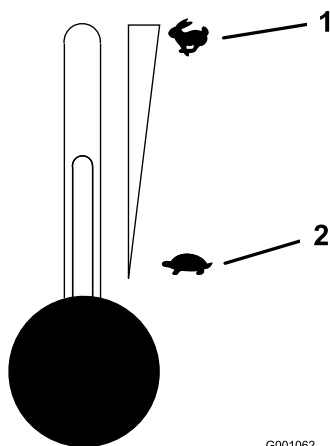

Figure 13
5. Réglez la manette d'accélérateur à mi-course entre les positions bas et haut régime (Figure 13).
2. Réglez la manette d'accélérateur à mi-course entre les positions bas et haut régime (Figure 13).